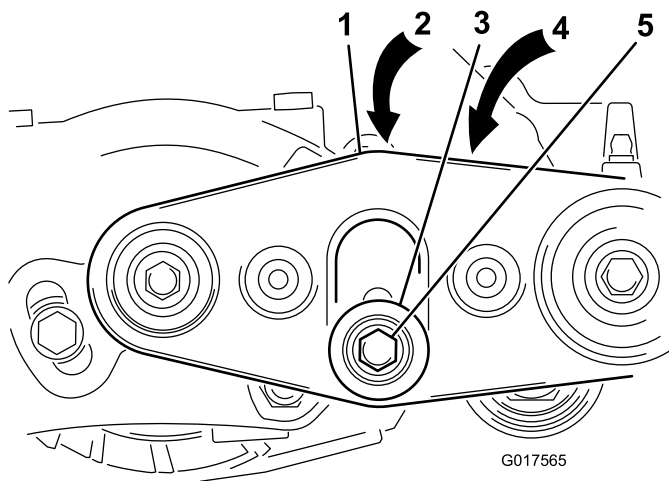

図 19
- A. アイドラプーリを左ブラシサポートに固定している六角ボルトをゆるめる 図 19。